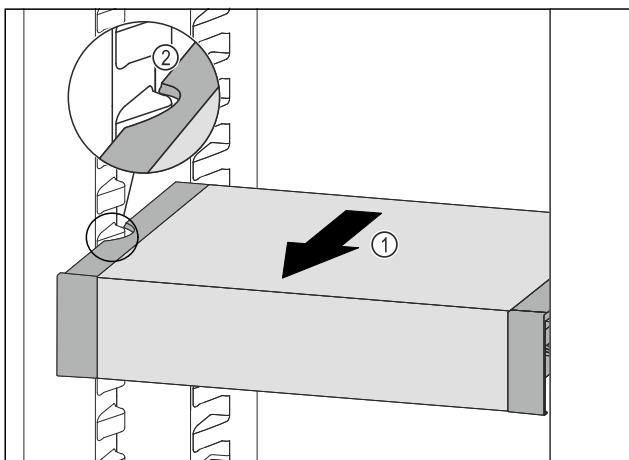

Fig. 84
- Ladicu VarioSafe vucite prema naprijed Fig. 84 (1) sve dok se bočni otvori ladice VarioSafe ne nađu na visini žlijeba spremnika u hladnjaku. Fig. 84 (2)